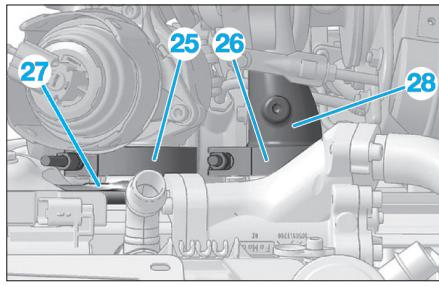

Fig. 54
- Desserrer les colliers (25) et (26) et repérer leurs sens de montage (Fig.54).
- le collier (25) en arrière de la colletette d'appui du collecteur d'échappement (27),